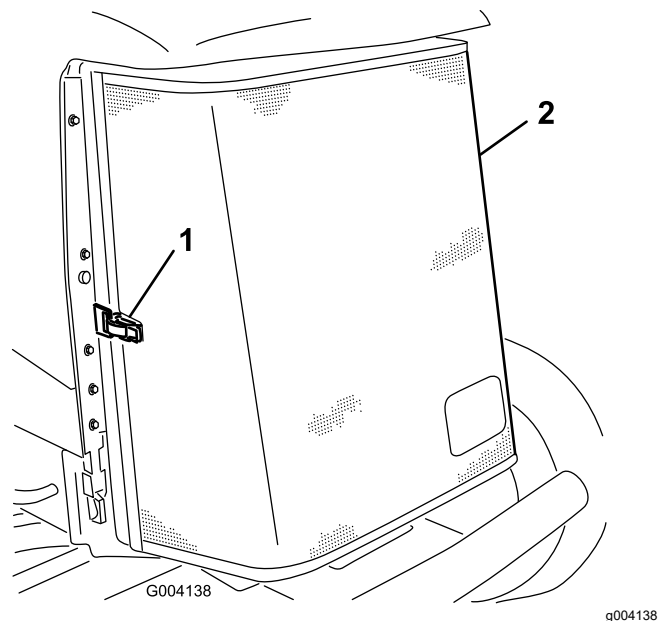

Рисунок 52
3. Откройте защелку и откиньте заднюю решетку (Рисунок 52).